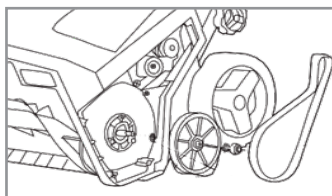

Рис. 16 Снятие ремня и шкива
- 2.2 Снимите ремень, открутите гайку, а затем снимите большой шкив (Рис.16).